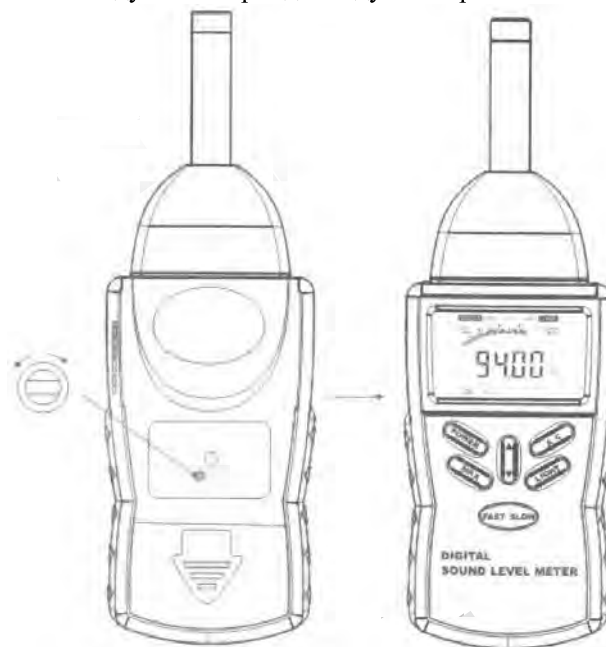

Рисунок 1
- 3) Включите калибратор и установите с помощью потенциометра, расположенного на задней панели шумомера, согласно калибратору нужное показание уровня (94.0 дБ, см. рисунок 1).